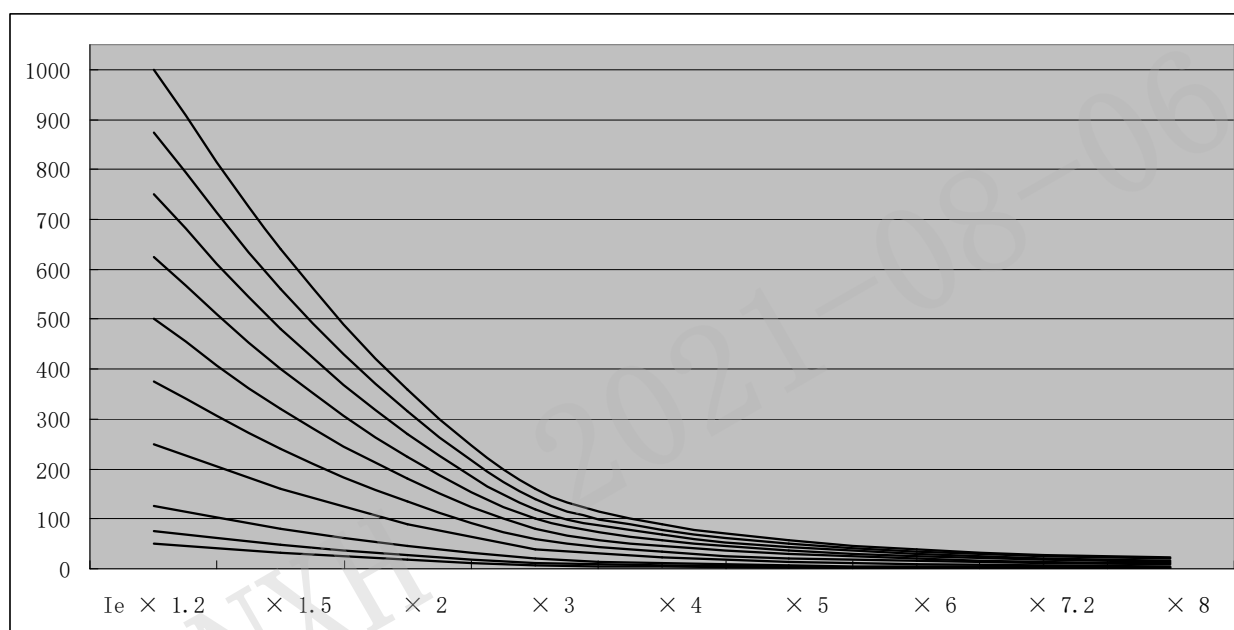

图 23 过载特性曲线图
■ 过载保护电流一时间对照表如表 19 所示, 过载特征曲线图 (K 曲线图) 如图 23 所示。